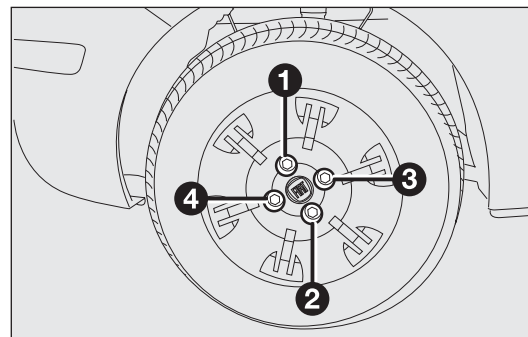

fig. 130
- serrer à fond les boulons, en passant alternativement d'un boulon à celui diamétralement opposé, en suivant l'ordre indiqué sur la fig. 130.